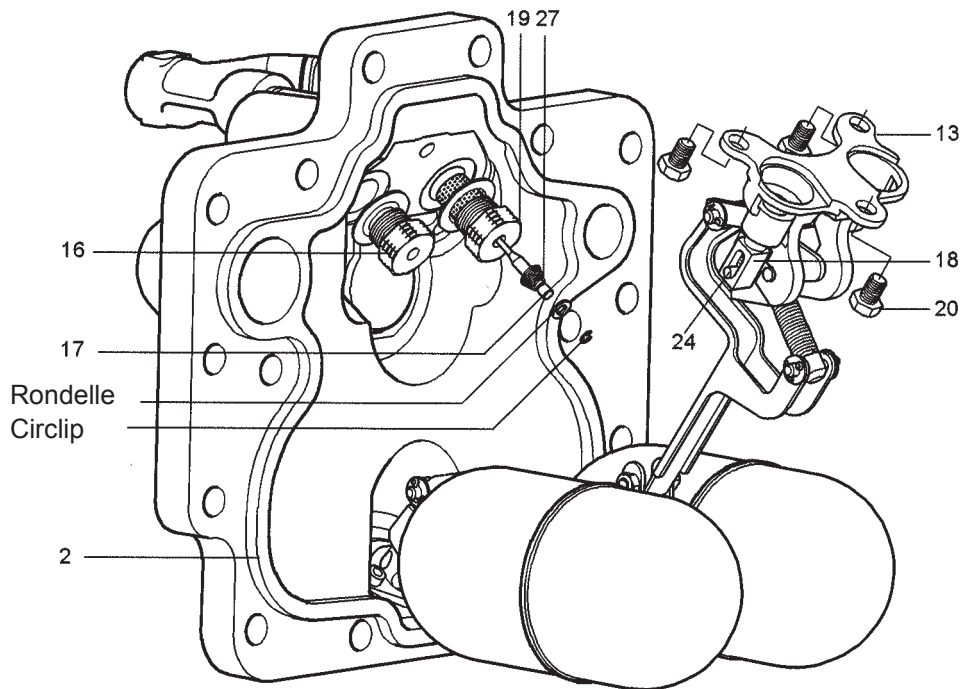

Fig. 23 APT14
9. Insérer le nouvel ensemble poussoir et clapet de la soupape d'admission (rep. 16 et 17, Fig. 23).